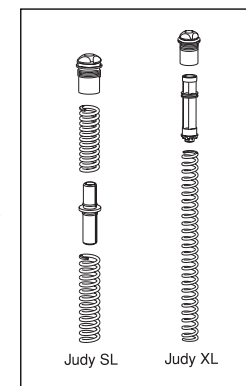

Fig. 3
2. Entfernen Sie die Federgruppe (Judy SL: obere Abdeckkappe, Primär-Stahlfeder, Distanzscheibe und Sekundär-Stahlfeder. Judy XL: obere Abdeckkappe, Stahlfeder und Feder-Distanzscheibe). S. Abb. 3.